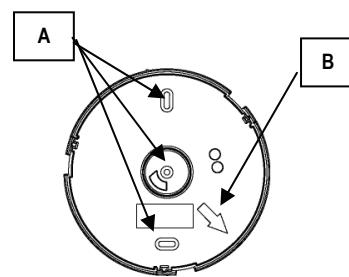

Abb. 2
- 2) Fijar la base del sensor al techo utilizando las predisposiciones "A" (fig. 2), posicionándola de manera que la flecha "B" (fig. 2) quede en dirección a la central.